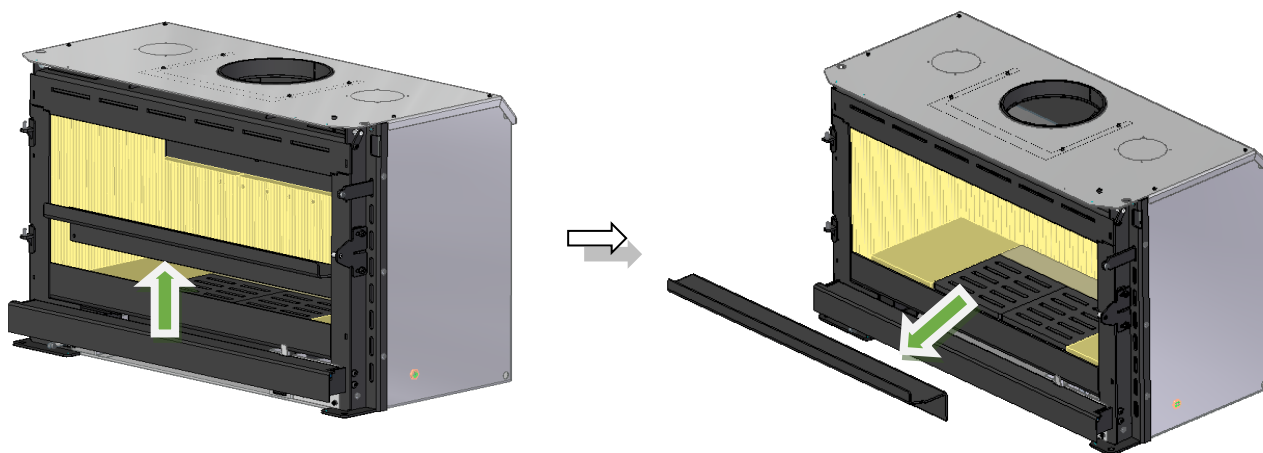

Figura 38 – Desmontaje del deflector de cenizas
1. Retire el deflector de cenizas desplazándolo hacia arriba, véase la Figura 38.